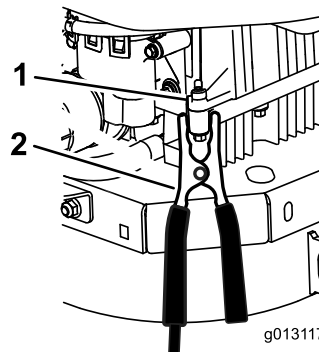

Bild 50
6. Stellen Sie die letzte Verbindung am **Motorblock** (nicht am Minuspol) des nicht anspringenden Fahrzeugs, von der Batterie entfernt, her und treten Sie zurück (Bild 50).